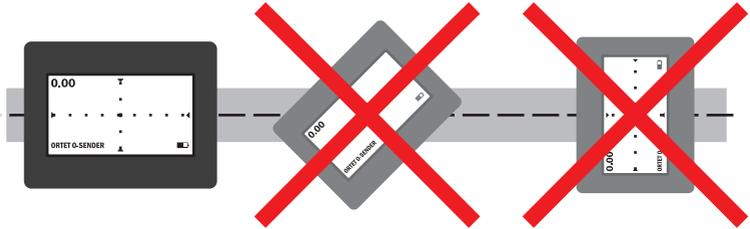

Fig. 48: Méthode de localisation **MAX CAMERA** – Récepteur orienté correctement au-dessus du récepteur (gauche)
4. Le récepteur doit être correctement orienté pour pouvoir déterminer la profondeur (fig. 48). Pivotez le récepteur de sorte que l'écran soit parallèle à l'émetteur de localisation.